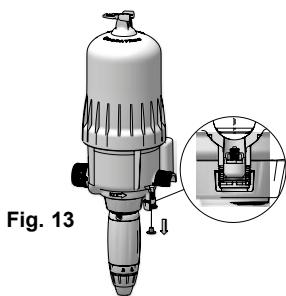

Fig. 13
- Il rétablit automatiquement la pression atmosphérique dans l'installation en cas de dépression accidentelle* (Fig. 13).